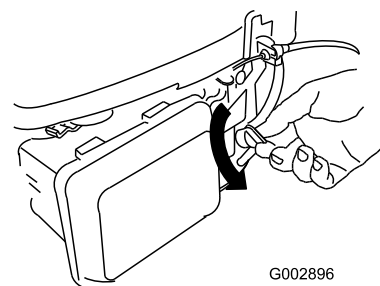

Figura 20
- Gire la palanca de la válvula de combustible a la posición Abierto (Figura 20).